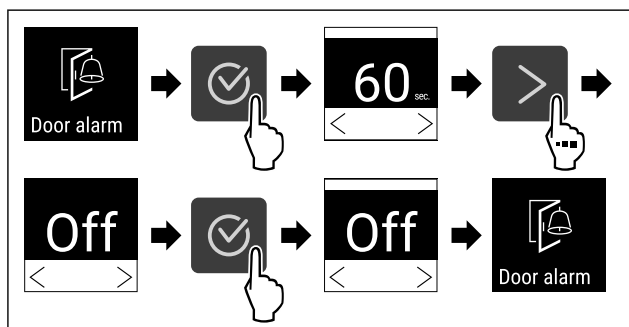

Fig. 107
- ▶ Выполните шаги действия (см. Fig. 107) .